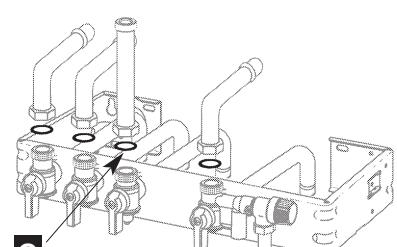

Fig. 10
- de verschillende dichtingen plaatsen, **G (rubber) voor het gas**, en de aansluitingen van de verbindingsbuizen vastklemmen te beginnen met de gasbuis (fig. 10)